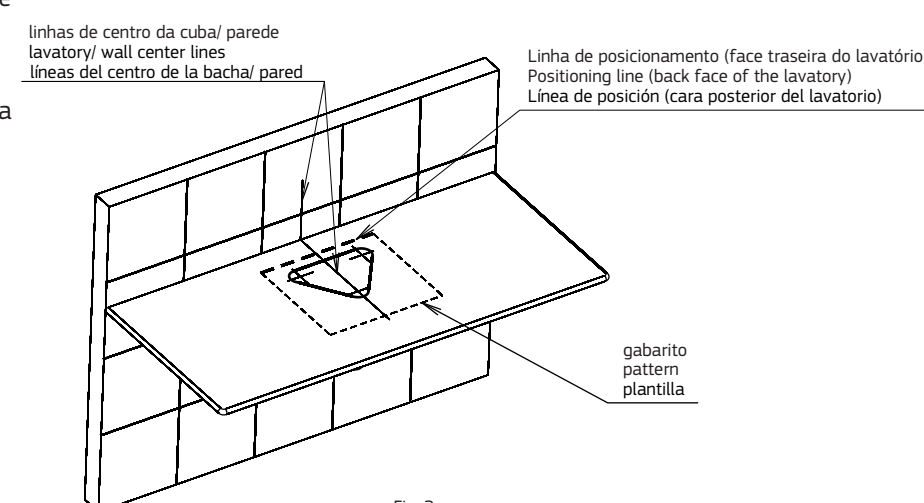

Fig 2
- Recortar o gabarito e posiciona-lo sobre o tampo e fazer coincidir sua linha de centro com a linha traçada na parede fig. 2, considerando a torneira e o sifão que serão utilizados, cortar o tampo conforme o gabarito.
Cut out the pattern and place it over the countertop and align its center line with the line drawn on the wall according fig.2, considering the tap and siphon that will be used.
Recortar el esquema y sobreponerlo en la tapa, haciendo coincidir la línea del centro con la línea trazada en la pared, de acuerdo con la fig.2, considerando la canilla y el sifón que será usado, cortar la tapa según el esquema.